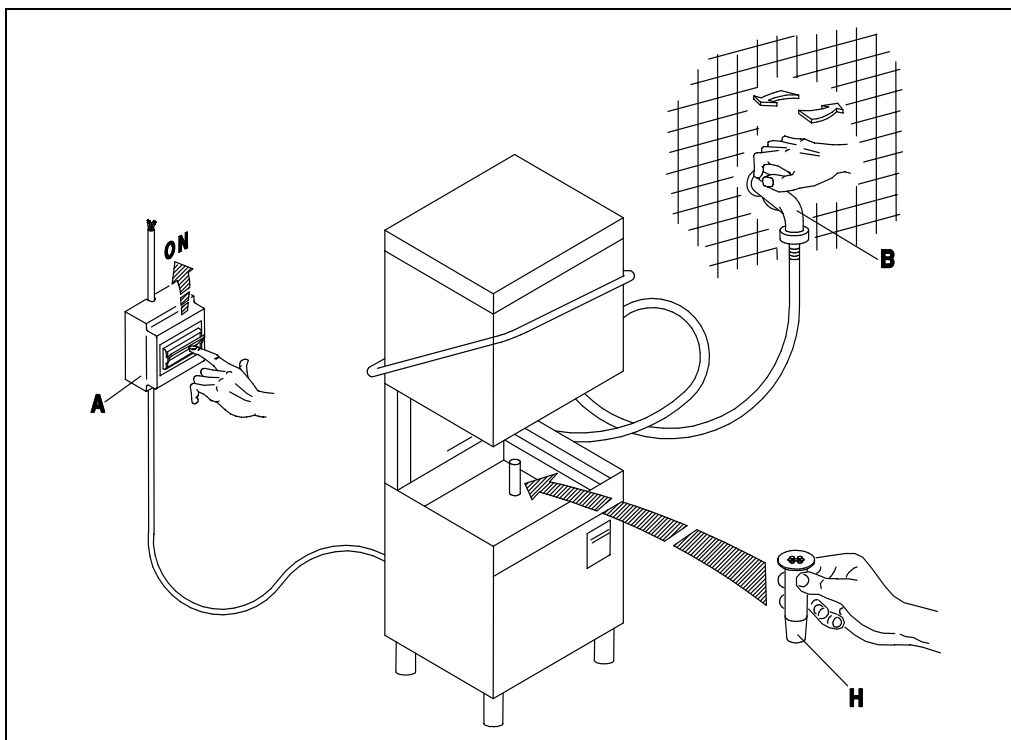

Fig. 3-1
- Aprire il rubinetto dell'acqua (B), inserire l'interruttore generale (A). Attivare l'interruttore principale dell'apparecchio (1), ne conseguirà l'accensione della spia (A) evidenziando che la macchina è sottoposta a tensione. A porta chiusa l'apparecchio si riempie d'acqua e alla fine del carico, si inseriscono automaticamente le resistenze della vasca e del boiler. Il funzionamento delle resistenze è reso visibile dall'accensione delle spie (D) ed (E). Quando entrambe le spie si spengono l'acqua avrà raggiunto le temperature impostate e l'apparecchio sarà pronto per iniziare il lavaggio. (fig. 3-1÷3-2)
- Turn on the water tap (B) and switch on the master switch (A). Turn the appliance ON switch (1), which will cause the warning light (A) to illuminate, indicating that the machine is live. When the door is closed the appliance fills with water. When it is full, the tub and boiler heating elements come on automatically. When the elements are activated, the warning lights (D) and (E) are illuminated. When both warning lights go out the water has reached the set temperature and the appliance is ready to begin the washing cycle. (fig. 3-1÷3-2)
- Öffnen Sie den Wasserhahn (B) und betätigen Sie den Hauptschalter (A). Beim Betätigen des Schalters (1) am Gläser-spüler wird die Anzeige (A) aufleuchten, an der Sie erkennen können, daß die Maschine unter Spannung steht. Bei geschlossener Tür läuft Wasser in die Maschine; ist die nötige Wassermenge einmal erreicht, so schalten die Widerstände des Spülbehälter und des Boilers automatisch ein. Der Betrieb der Widerstände wird durch das Aufleuchten der Anzeigen (D) und (E) erkennbar. Beide Leuchtanzeigen erlöschen, wenn das Wasser eine vorbestimmte Temperatur erreicht hat, d. h. wenn der Gläser-spüler betriebsbereit ist. (fig. 3-1÷3-2)
- Ouvrir le robinet (B) et insérer l'interrupteur général (A). Ouvrir l'interrupteur principal de l'appareil (1), le voyant (A) s'allumera ce qui signifie que la machine est branchée. L'appareil se remplit d'eau avec porte fermée et à la fin du chargement les éléments chauffants de la cuve et du boiler entrent automatiquement en action. Les voyants (D) et (E) s'allument quand les éléments chauffants fonctionnent. Les deux voyants s'éteignent dès que l'eau a atteint la température programmée et l'appareil est prêt pour commencer le lavage. (fig. 3-1÷3-2)
- Abrir el grifo del agua (B), conectar el interruptor general (A). Activar el interruptor principal del aparato (1); el encendido de la luz testigo (A) indica que la máquina está en tensión. Con puerta cerrada el aparato se llena de agua y cuando la carga esté terminada se conectarán automáticamente las resistencias del tanque y de la caldera. El funcionamiento de las resistencias es señalado por el encendido de las luces indicadores (D) y (E). Cuando ambas luces se apaguen, el agua habrá alcanzado la temperatura programada y el aparato estará listo para empezar el lavado. (fig. 3-1÷3-2)
- Abrir a torneira de água (B), acionar o interruptor geral (A). Acionar o interruptor principal do aparelho (1), a luz (A) se acende evidenciando que a máquina esta sob tensão. Uma vez fechada a porta se enche de água e no final, as resistencias do cuba e do boiler começam a funcionar automáticamente. As luzes (D) e (E) indicam o funcionamento das duas resistencias. Quando ambas se apagarem é porque a temperatura alcançou seu nível desejado e a máquina estará pronta para iniciar a lavagem. (fig. 3-1÷3-2)
- Draai de waterkraan (B) open en schakel de hoofschakelaar (A) in. Schakel de hoofschakelaar van het apparaat (1) in waarna het lampje (A) gaat branden waaruit blijkt dat de machine onder stroom staat. Als de deur dichtgedaan wordt, loopt het apparaat vol met water en na afloop van het vollopen worden de verwarmingselementen van de kuip en van de boiler automatisch ingeschakeld. De werking van de verwarmingselementen blijkt uit het feit dat de lampjes (D) en (E) gaan branden. Als allebei de lampjes uitgaan dan heeft het water de ingestelde temperatuur bereikt en is het apparaat klaar om met het afwasprogramma te beginnen. (Afb. 3-1 - 3-2)
- A riempimento avvenuto, aprire la porta (I) e introdurre il detersivo (ca. 2 gr. per litro di capacità della vasca). Inserire il cesto (L) carico e chiudere la porta (I). Selezionare il ciclo di lavaggio inserendo il pulsante (4) (ciclo breve (II) tasto premuto ÷ ciclo lungo (I) tasto rilasciato). A questo punto premere il pulsante START (3) (almeno per 2 secondi) e avrà inizio il ciclo di lavoro visualizzato dalla lampada spia (C): la fine del ciclo coincide con lo spegnimento di questa spia. Per spegnere la macchina si dovrà disinserire l'interruttore (1) portandolo nella posizione (0) spia (A) spenta. (Fig.3-1÷3-3).
- Lorsque le remplissage est terminé, ouvrir la porte (I) et verser le détersif (environ 2 g pour chaque litre remplissant la cuve). Introduire le panier (L) plein et fermer la porte (I). Sélectionner ensuite le cycle de lavage en actionnant le bouton-poussoir (4) (cycle court (II) touche enfoncée ÷ cycle long (I) touche relâchée). A ce stade, presser le bouton-poussoir START (3) (au moins 2 secondes) et le cycle de fonctionnement commencera, visualisé par la lampe-témoin (C). La fin du cycle coïncide avec l'extinction de ce voyant. Pour arrêter la machine, il faudra débrancher l'interrupteur (1) en le ramenant sur la position (0): lampe-témoin (A). (Fig.3-1÷3-3).
- Después del llenado, abra la puerta (I) y vierta el detergente (2 gramos aproximadamente por litro de capacidad de la cuba). Introduzca el cesto (L) carga y cierre la puerta (I). Seleccione el ciclo de lavado por medio del selector (4) (ciclo breve (II) tecla pulsada ÷ ciclo largo (I) tecla soltada). Pulse ahora START (3) (almenos durante 2 segundos) para arrancar el ciclo de trabajo: se enciende la luz testigo (C), que se apagará al final del ciclo. Para anagar la máquina desconecte el interruptor (1) posición 0, luz testigo (A) apagada. (Fig.3-1÷3-3).
- Doe na het vollopen de deur open (I) en doe er afwasmiddel in (ongeveer 2 g per liter inhoudscapaciteit van de kuip). Doe de beladen korf (L) erin en doe de deur (I) dicht. Stel het afwasprogramma in door op de knop (4) te drukken (kort programma (II) toets ingedrukt – lang programma (I) toets losgelaten). Druk nu op de START knop (3) waarna (minstens 2 seconden) het afwasprogramma zal beginnen dat aangegeven wordt door het controlelampje (C): het einde van het programma valt samen met het uitgaan van dit lampje. Om de machine uit te schakelen moet u de schakelaar (1) uitschakelen door hem op de stand (0) te zetten, lampje (A) uit (Afb. 3-1 ÷ 3-3).